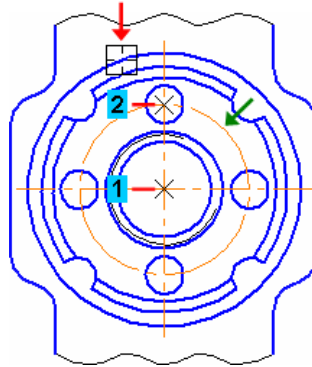

Рисунок 24.
- В поле Угол на Панели свойств введите значение угла наклона 0 градусов — к окружности будет добавлен знак обозначения центра (рис. 24).